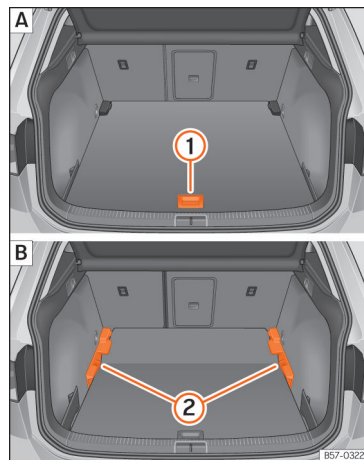

Fig. 171 Piso variável da bagageira: **A** posição alta; **B** posição baixa.
- Para passar da posição baixa para a alta, levante o piso pela pega »» Fig. 171 ①, puxe-o para trás até que a parte dianteira do piso baixe totalmente os suportes ②.
- Desloque o piso sobre estes para a frente até que chegue ao limite no encosto dos bancos traseiros e, de seguida, baixe o piso com a peça ①.
- Para passar da posição alta para a baixa, levante o piso pela pega »» Fig. 171 ①, puxe-o para trás até que a parte dianteira do piso baixe totalmente os suportes ②.
- Deixe cair a parte anterior contra o piso e empurre o piso para a frente até que atinja o limite no encosto dos bancos traseiros, baixando ao mesmo tempo o piso com a pega ①.
- Com o piso variável na posição alta, levante pela pega »» Fig. 171 ①, puxe-o e empurre para o encosto dos bancos traseiros até que o piso dobre pela linha da dobradiça e a parte móvel do piso assente sobre o mesmo.
- Para passar da posição alta para a baixa, levante o piso variável pela pega »» Fig. 171 ① e rebata-o para trás um pouco.
- Empurre o piso variável para os bancos traseiro rebatidos com a pega ① fazendo um pouco de pressão para baixo para que a parte móvel do piso encoste os encostos aos bancos traseiros.